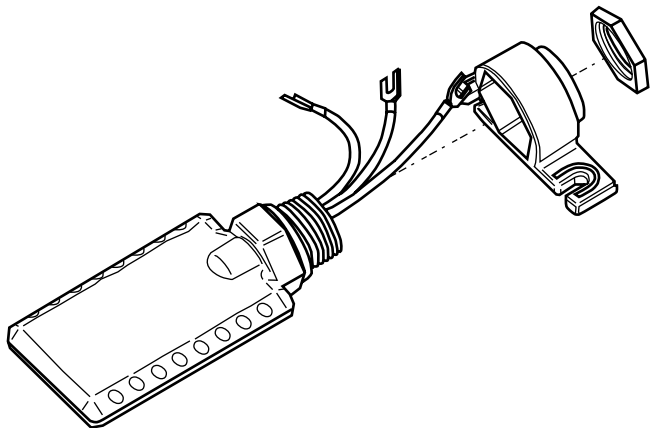

図 3. 部品の取り付け
2. サンキーパーにマウントとナットを図 3 に示すように組み立ててください。